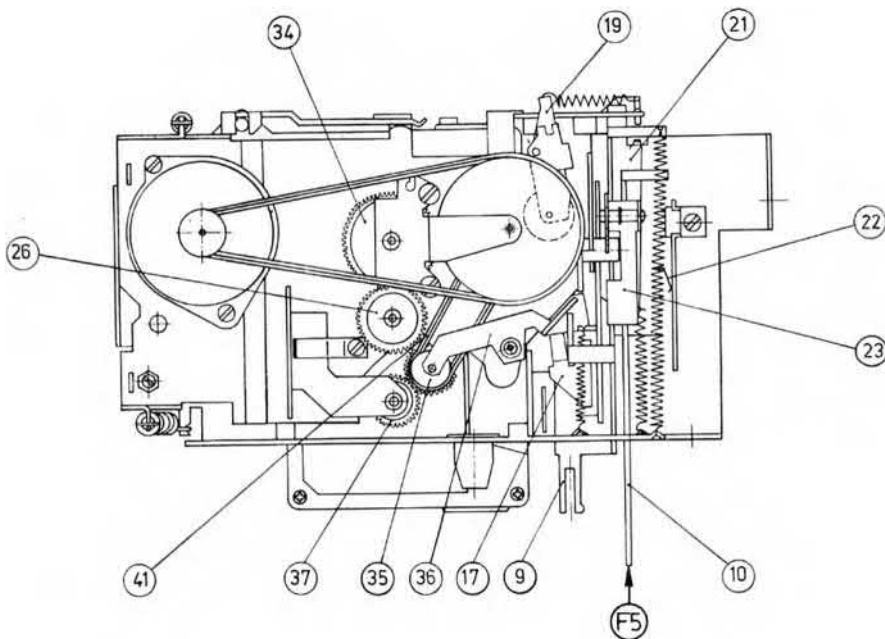

Bild 2.5.
2.1.5. Funktion „Schneller Rücklauf“ (Bild 2.5.)